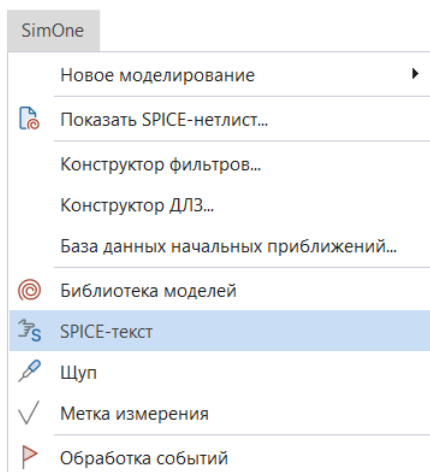

Рис. 180 Размещение
2. Разместите SPICE-текст, см. Рис. 180.